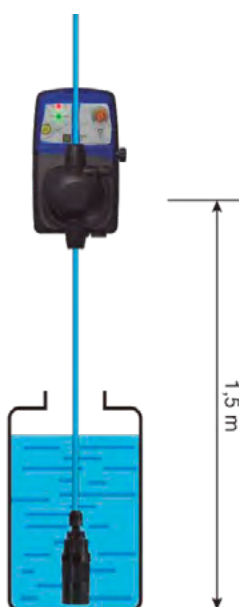

Figura 1
- Colocar la bomba tal y como se muestra en la figura 1, teniendo en cuenta que puede montarse tanto por debajo como por encima del nivel del producto químico que se va a dosificar, dentro del límite máximo de 2 metros (recomendamos 1,5 metros). El punto de inyección debe situarse siempre por encima del producto químico que se vaya a inyectar.